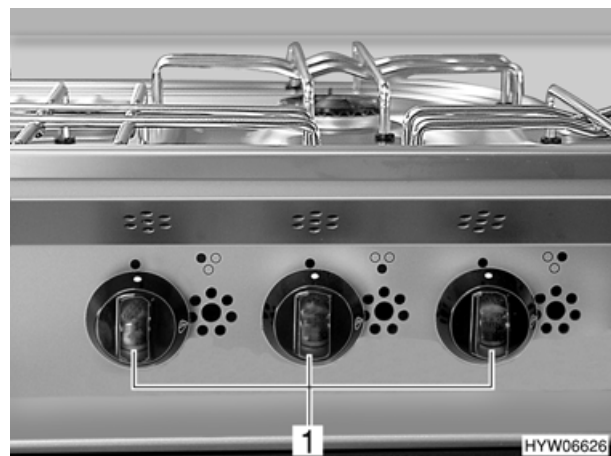

Bild 84 Bedienelemente für Gaskocher (Swing/Nova)
- Drehregler (Bild 84,1) auf "große Flamme" oder "kleine Flamme" stellen, drücken und gedrückt halten. Es strömt Gas zum Brenner.